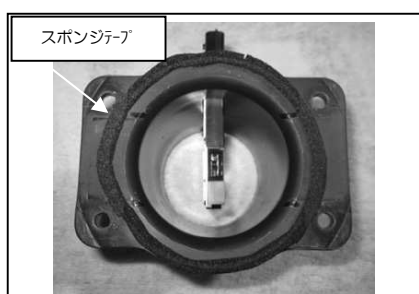

図 18
- ⑬エアフロアダプターフランジ部へスポンジテープを貼り付けます。図 18 参照